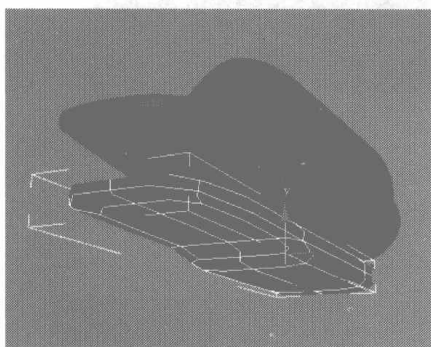
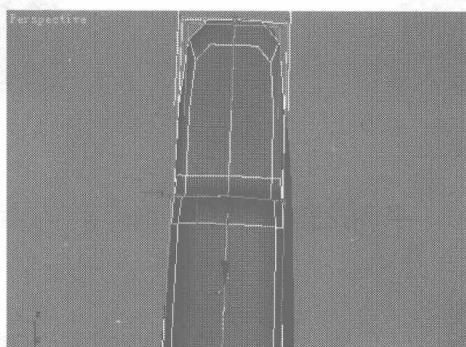
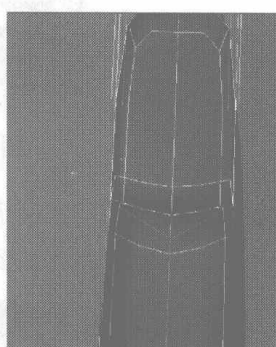

图 2.79
图 2.80
图 2.81
- 05** 打开细分, 结果如图 2.79 所示。选择如图 2.80 所示的点, 调整到如图 2.81 所示的位置。